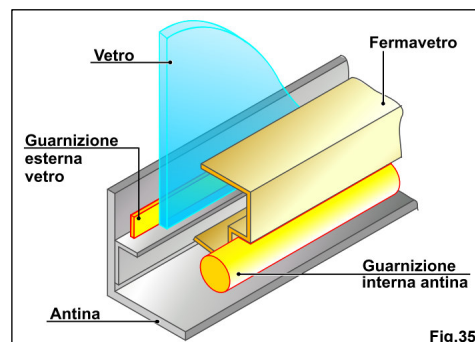

Fig.35
- Rimuovere la guarnizione esterna (Fig.35).